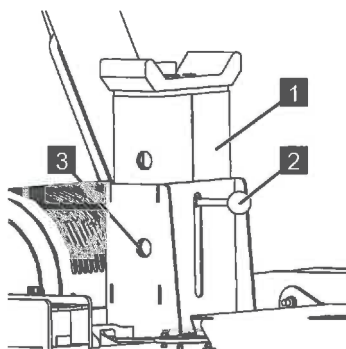

Abb. 108
5. Die Teleskopauflage (Abb.108/1) am Griff (Abb.108/2) nach oben ziehen, bis die gewünschte Bohrung (Abb.108/3) fluchtet.